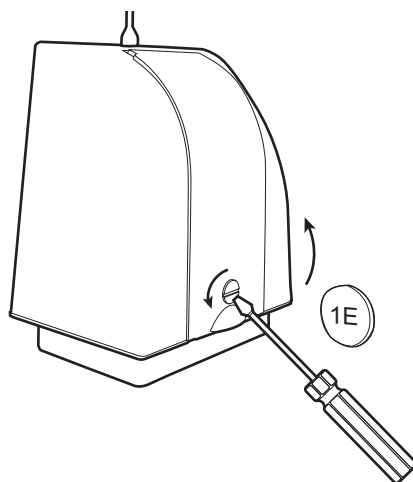

Figure 45
- Afin d'accéder à l'interface de connexion des opérateurs, il est nécessaire d'ouvrir la trappe d'accès sur l'armoire de commande. Pour cela, tourner d'1/4 de tour vers la gauche le système de verrouillage avec un tournevis plat ou une pièce de monnaie (**Figure 45**). Puis lever la trappe.